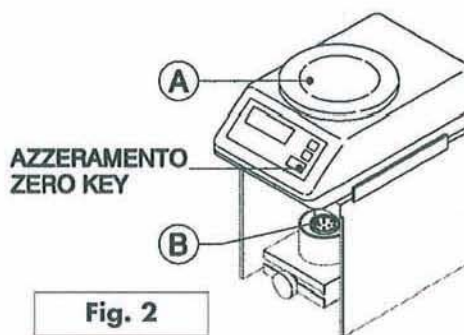

Fig. 2
- Appendere il cestello "B" al gancio e posizionare l'elevatore ed il contenitore in vetro (Fig. 2).
- Hang the basket "B" to the hook and place the elevator and the glass container (Fig. 2).
- Accrocher le panier "B" sur le crochet et positionner l'élévateur et le conteneur en verre (Fig. 2).